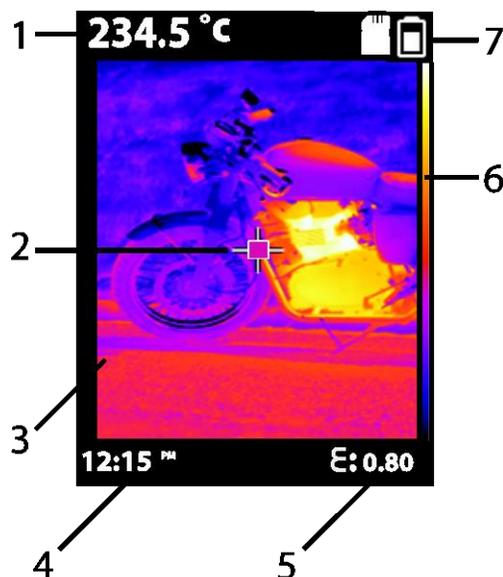

图 3-2 主显示屏
- 请参见本章前述图 3.2 的显示屏示例。还可参见 4.2 章“*红外测温仪测量概述*”、4.3 章“*测量物距比*”以及 4.4 章“*红外成像器概述*”。